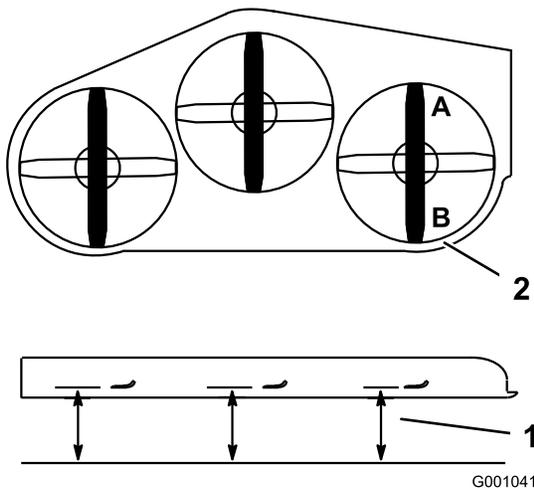

図 75
2. 1枚のブレードを前後方向に向ける。**A** 位置と **B** 位置で、水平な床面から刃先までの距離を測る **図 75**。